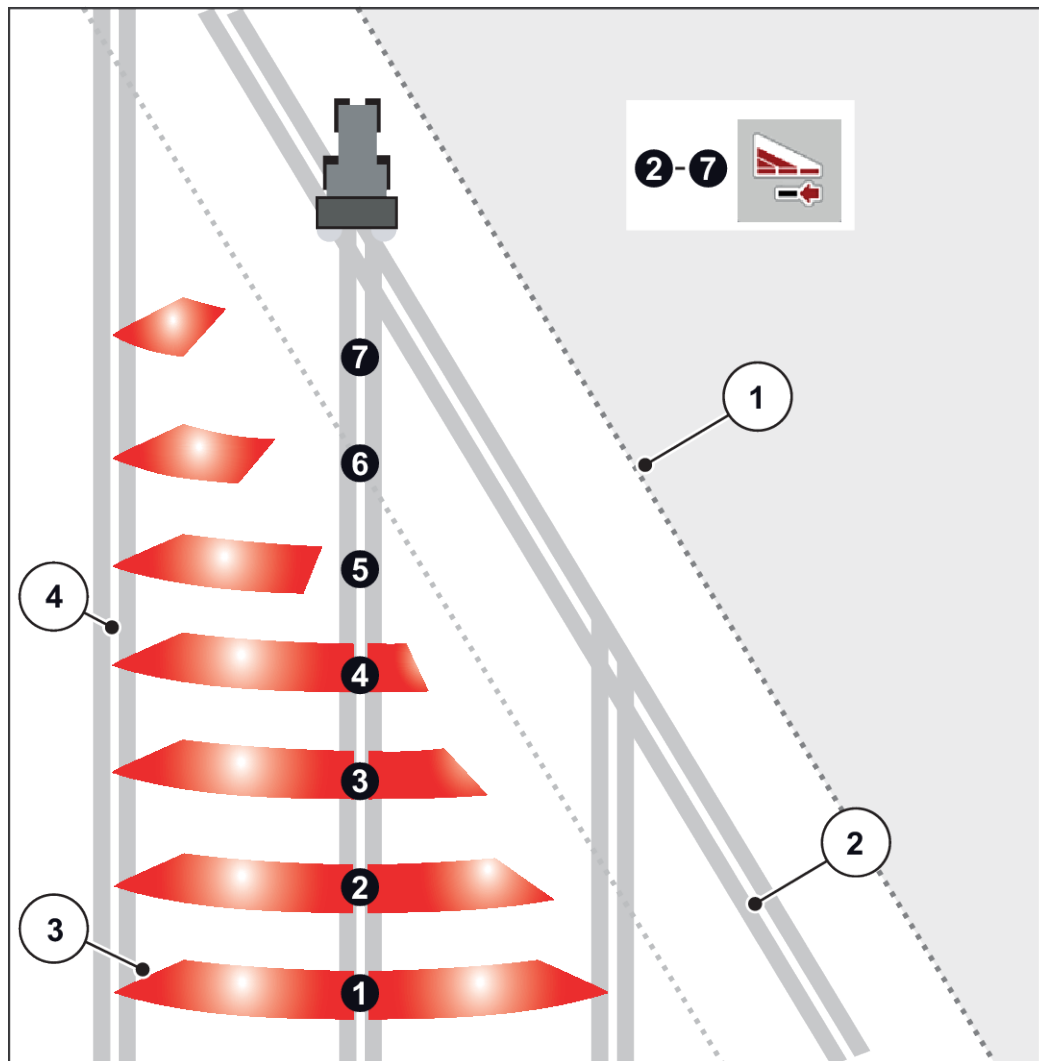

Рис. 42: Автоматичне керування робочою шириною
- Напрямок зміни робочої ширини — ззовні всередину і навпаки. Див.. Рис. 42 Автоматичне керування робочою шириною.